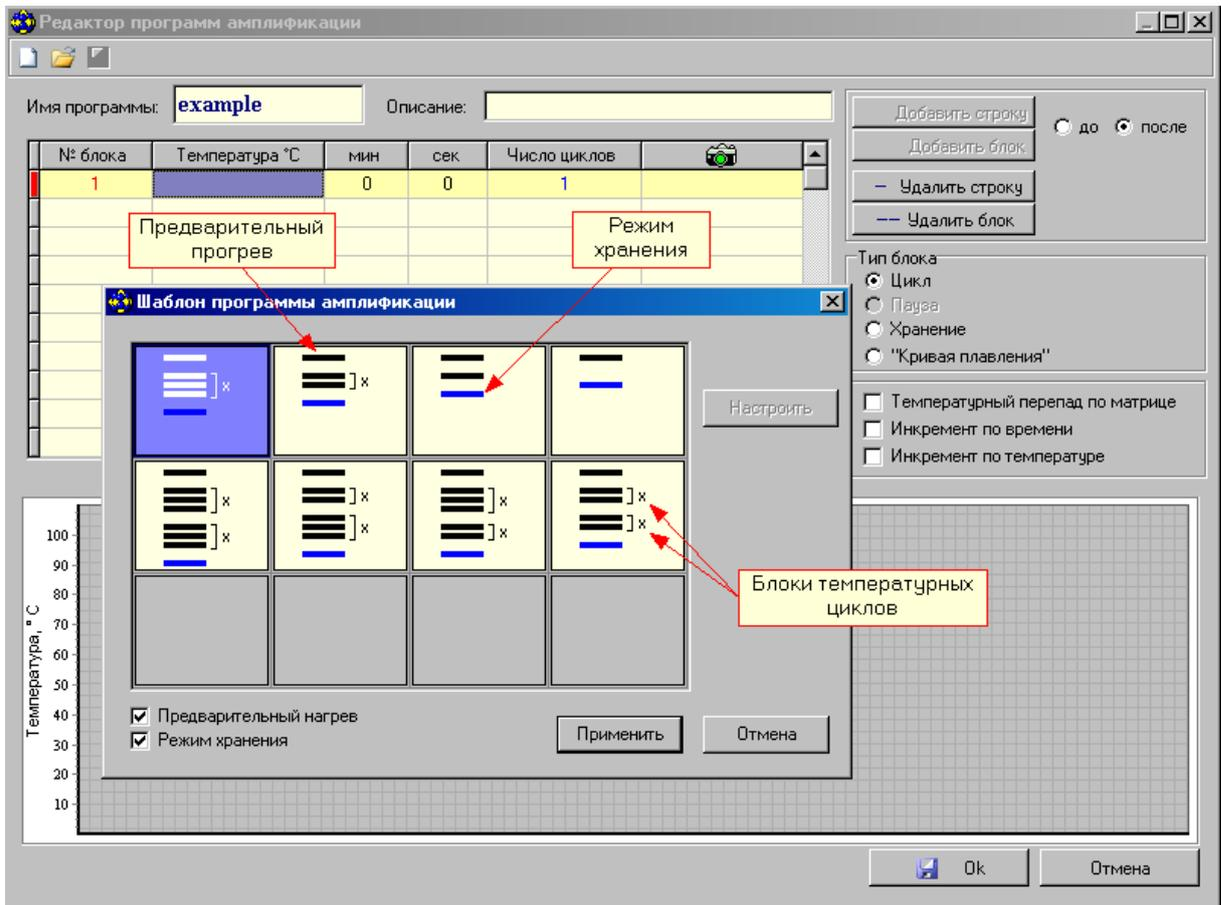

Рис.26. Создание программы амплификации с использованием шаблона.
2. Создать новую программу амплификации (кнопка ) , используя окно Шаблон программы амплификации (Рис.26).